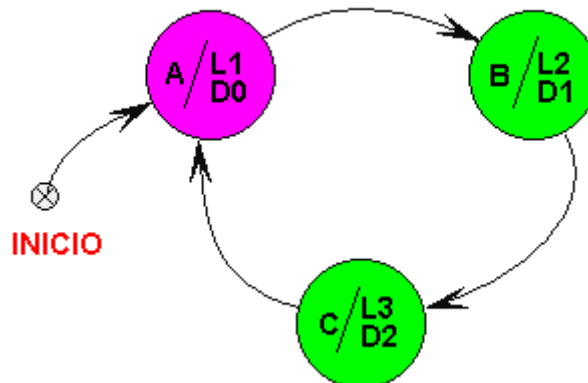

Ilustración 1 Máquina de Moore para mostrar un mensaje de 3 letras.
1. Aplicar toda la metodología de diseño para circuitos secuenciales y diseñar un circuito que muestre el mensaje de 3 letras: "IPn". Observe la máquina de Moore que se muestra en la ilustración 1.
El PLD2 contiene el diseño de la máquina de Moore de la ilustración 1. No existe una señal de entrada como tal, en lugar de eso, la transición entre los estados de la máquina de Moore se hace cada vez que llega el flanco de la señal de reloj.